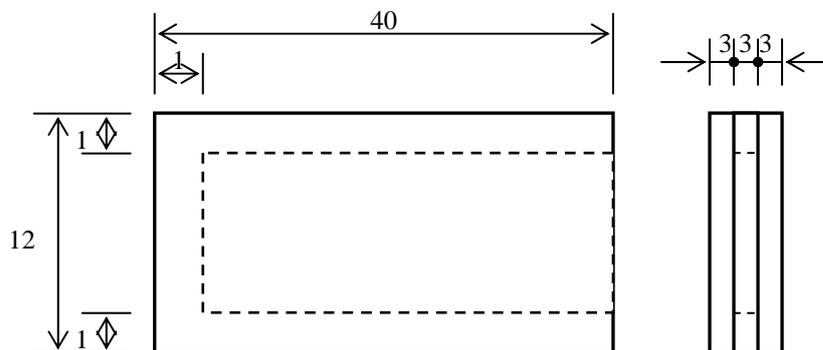

図1. セルの寸法
- セルに使用するガラスの板厚 0.3mm、空間部の間隔は 0.3mm とする（図1参照）。（分散液からの発光測定において高い時間分解能を得るためにはセル自体がなるべく薄いほうが好ましいため。）